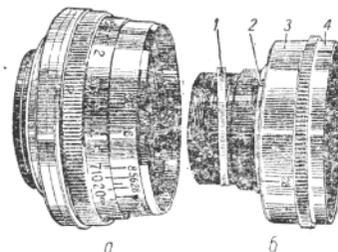
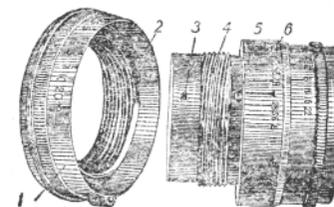
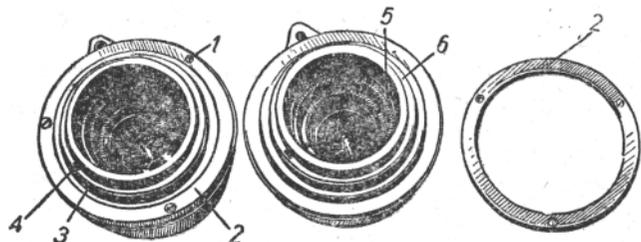

Рис. 262. Разобранный объектив «Индустар-26М».
Рис. 263. Основание оправы и тубус объектива.
Рис. 264. Детали оправы объектива.
Объектив состоит из двух частей: системы линз с диафрагмой в оправе (блока) б (рис. 262) и наружной оправы а. Система линз устроена примерно так, как в объективе «Индустар-10». Спереди установлены две передние линзы, а сзади — склеенные третья и четвертая. Диафрагма находится между второй и третьей линзами. Поводок диаф-
рагмы 3 (рис. 262,б) вращается на резьбе и соединен с коронкой диафрагмы (см. стр. 37) винтом 2, который ограничивает также движение диафрагмы.
Разборка и юстировка объектива. Для извлечения блока б (рис. 262) из оправы, отвинчивают ключом гайку 5 (см. рис. 264). Чтобы гайка произвольно не отвинчивалась, в
В объективах первых выпусков блок укреплялся только гайкой 5, что часто приводило к его смещению. В дальнейшем блок начали крепить гайкой и стопорным винтом. Этот винт может быть расположен в разных местах. Чаще всего он находится на тубусе рядом с винтом 5 (рис. 263) и закрыт маслом. Иногда стопорный винт расположен на кольце шкалы глубины резкости б. Это кольцо укреплено на тубусе тремя стопорными винтами, один из которых (длиннее остальных) проходит сквозь тубус и крепит блок.
Блок объектива извлекается при ремонте диафрагмы, разборке линз и юстировке рабочего расстояния объектива. Юстировка производится при помощи колец 1 (рис. 262,б). Меняя кольца разной толщины, устанавливают необходимое рабочее расстояние. Замеряют рабочее расстояние объектива при помощи специальных приспособлений (см. стр. 182).
Для ремонта оправы объектива блок извлекать не нужно. Разборку оправы производят так. Отвинчивают три винта / (рис. 264), снимают кольцо 2 и снимают кольцо 6
с пазом, в котором помещен винт 4. Отвинтив винт 4 (он завинчен в отверстие 5, рис. 263), можно вывинтить тубус, который соединен с основанием оправы при помощи многозаходных резьб 2 и 4. Отвинчивают тубус в правую сторону (резьба левая).
Неисправности объектива. 1. Сместился поводок диафрагмы. Если блок линз с диафрагмой крепится в наружной оправе только одной гайкой 5 (рис. 264), может сместиться диафрагменный поводок 3
(рис. 262,6). Он смещается при прикладывании излишнего усилия для завинчивания или отвинчивания светофильтра. В этом случае, нужно взяв объектив одной рукой за оправу, а другой за поводок диафрагмы и, приложив некоторое усилие, установить диафрагму на место. Необходимо также проверить, не отвинтилась ли гайка 5 (рис. 264).
2. Поводок диафрагмы 3 (рис. 262,6) поворачивается, а лепестки диафрагмы остаются неподвижными.
3. Очень туго поворачивается оправа объектива. Иногда из-за сгустившейся смазки туго поворачивается оправа объектива и трудно навести на резкость по дальномеру. Следует поменять смазку трущихся поверхностей деталей оправы. Для этого снимают кольцо 2 (рис. 264), кольцо 6 и отвинчивают основание оправы / (рис. 263). Все снятые детали кладут в бензин и **смывают** старое масло. На многозаходных резьбах 2 и 4 масло смывают ватным тампоном, увлажненным бензином. Затем многозаходные резьбы, направляющий винт 4 (рис. 264) и трущиеся поверхности колец 6 и 2 слегка смазывают густым часовым маслом.
4. Появился люфт оправы. Нужно проверить состояние винта 4 (рис. 264). Если винт завинчен не до упора, снимают кольца 2 и 6 и завинчивают его.